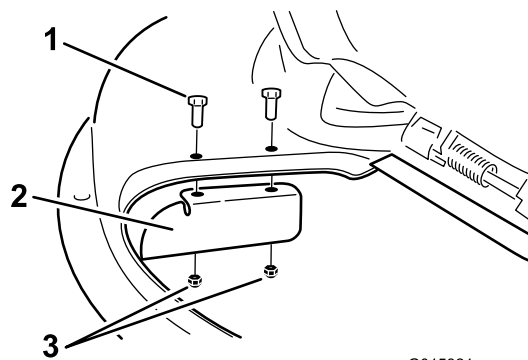

Figura 33
9. Instale el tabique en la carcasa de corte con 2 pernos (5/16 x 3/4 pulgada) y 2 contratueras (5/16 pulgada) Figura 33.